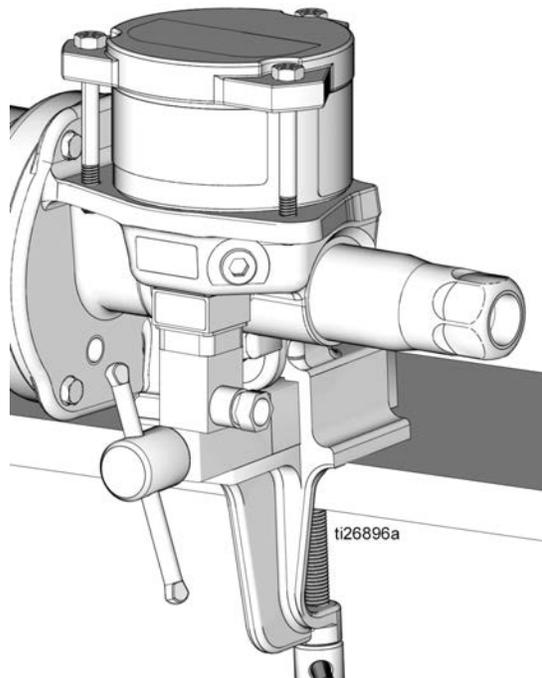

图 11
8. 在老虎钳中夹紧泵底座，如图 11 所示。使用软夹老虎钳或将布放入老虎钳卡爪中，保护泵底座的表面。